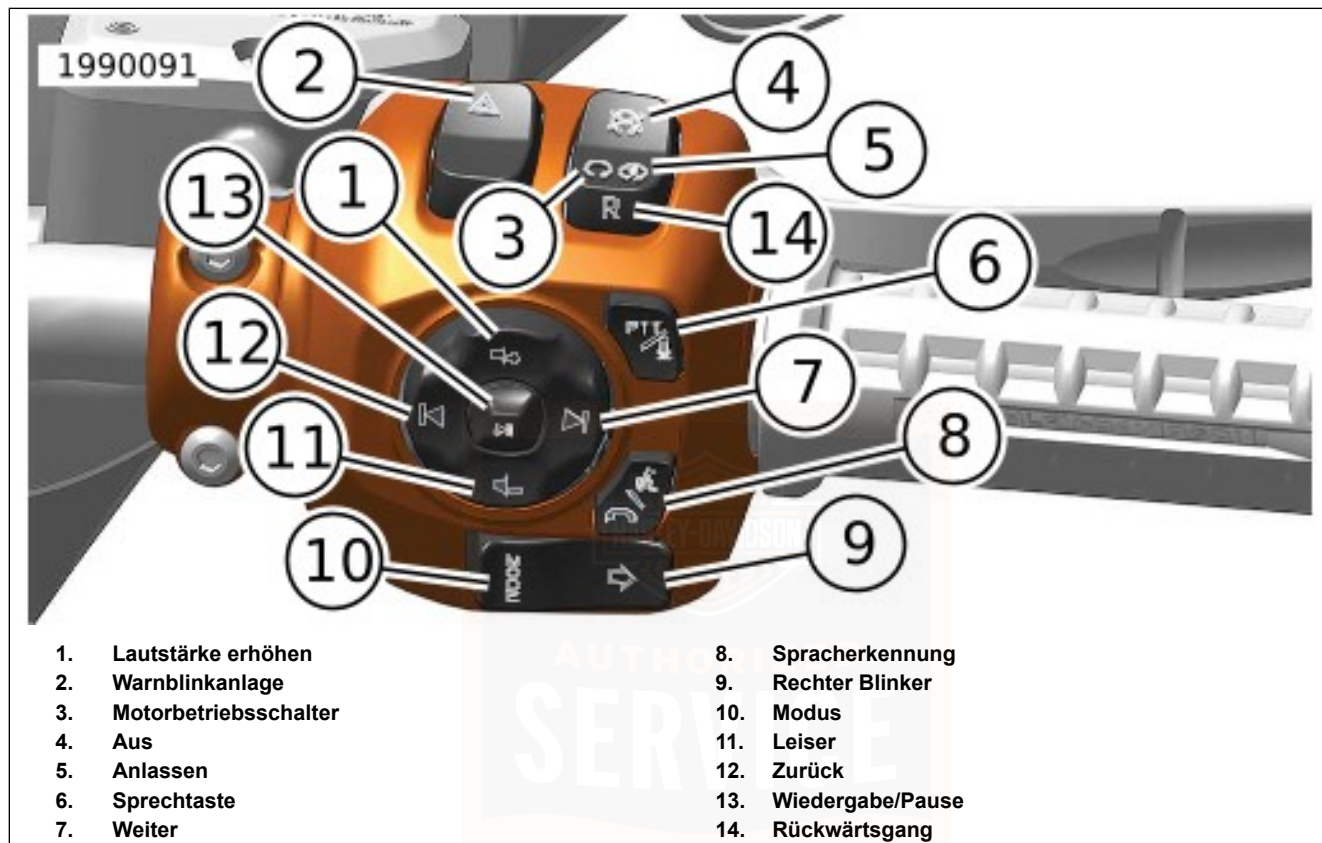

Abbildung 34. Rechtes Handbedienmodul (RHCM)
Siehe Abbildung 34. Der Warnblinkanlagenschalter (2) dient zur dauerhaften Aktivierung der Vierfach-Warnblinkanlage bei einem liegengebliebenen Motorrad. Mithilfe der Warnblinker kann das Motorrad mit ausgeschalteter Zündung zurückgelassen werden, bis Hilfe geholt wird. Siehe Tabelle 30.
1. Während der Motorbetriebsschalter auf RUN (Ein) (3) steht, auf den Warnblinkanlagenschalter drücken, um die Vierfach-Warnblinkanlage zu aktivieren.
Siehe Abbildung 34. Den Motorbetriebsschalter auf OFF (Aus) (4) stellen, um den Motor abzustellen. Siehe Tabelle 30.
Siehe Abbildung 34. Den Motorbetriebsschalter auf RUN (Ein) (3) stellen, damit der Motor starten und laufen kann. Der Motorbetriebsschalter muss sich in der Stellung RUN (Ein) befinden, damit der Motor angelassen und betrieben werden kann. Siehe Tabelle 30.
1. Siehe Abbildung 34. Den Motorbetriebsschalter auf RUN (Ein) (3) stellen. Das Getriebe in den Leerlauf schalten. Die (grüne) Leerlauf-Kontrollleuchte leuchtet auf. Siehe: FUNKTIONSWEISE > ANLASSEN DES MOTORS (Seite 133).
2. Den Anlasser durch Drücken des Motorbetriebsschalters auf START (5) betätigen. Siehe Tabelle 30.
Siehe Abbildung 34. Bei laufendem Motor den Motorbetriebsschalter auf REVERSE (Rückwärtsgang) (14) stellen, um das Schalten in den Rückwärtsgang zu ermöglichen. Siehe Tabelle 30.
Siehe Abbildung 34. Den rechten Blinkerschalter (9) zur Aktivierung des rechten Blinkers betätigen. Siehe Tabelle 30.
Siehe Abbildung 34. Die „Lautstärke erhöhen“-Taste (1) drücken, um die Lautstärke zu erhöhen. Siehe Tabelle 30.
Siehe Abbildung 34. Die „Weiter“-Taste (7) drücken, um die nächste Mediendatei auszuwählen. Siehe Tabelle 30.
Siehe Abbildung 34. Die „Lautstärke verringern“-Taste (11) drücken, um die Lautstärke zu verringern. Siehe Tabelle 30.
Siehe Abbildung 34. Die „Zurück“-Taste (12) drücken, um die vorherige Mediendatei auszuwählen. Siehe Tabelle 30.
Siehe Abbildung 34. Die „Wiedergabe/Pause“-Taste (13) drücken, um die aktuelle Mediendatei wiederzugeben oder anzuhalten. Siehe Tabelle 30.
Siehe Abbildung 34. Die Sprechtaste (6) dient bei entsprechend ausgestatteten Fahrzeugen der Bedienung der Fahrer/Sozius-Sprechanlage. Siehe Tabelle 30.
Siehe Abbildung 34. Die Spracherkennungstaste (8) aktiviert die integrierten Spracherkennungsfunktionen der IFCU. Wenn CarPlay aktiv ist, wird Siri durch langes Drücken aktiviert. Siehe Tabelle 30.
Siehe Abbildung 34. Die Modustaste (10) drücken, um den Fahrmodus zu ändern. Siehe: FUNKTIONSWEISE > FAHRMODI (Seite 118). Siehe Tabelle 30.
Siehe Abbildung 34. Die Rechten Lenkerbedienelementmodul (RHCM) -Tasten verwenden, um mit Lauter (1), Leiser (11), Nächster (7), Vorheriger (12) und Wiedergabe/Pause (13) die RHCM Einstellungen der Audiomedien anzupassen. Siehe: **BEDIENUNGSANLEITUNG > FUNKTIONSWEISE DER INFOTAINMENT-STEUEREINHEIT (IFCU)** (Seite 167).